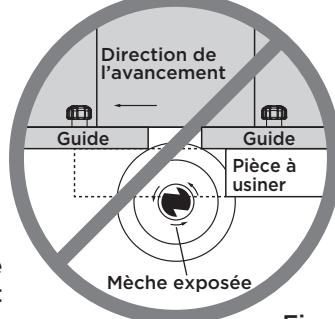

Fig. 1
- L'avant de la mèche est exposé pendant l'opération de coupe (fig. 1).
Cela est susceptible de faire en sorte que la pièce s'éloigne de la table et peut entraîner une perte de contrôle pendant le fonctionnement (fig. 1).